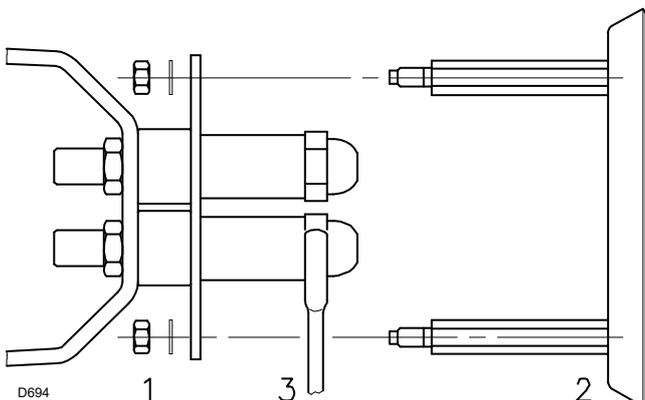

Abb. 12
- Die Muttern 1)(Abb. 12) und die Scheibe 2) abnehmen.
- Die Düsen mit dem Schlüssel 3)(Abb. 12) austauschen.